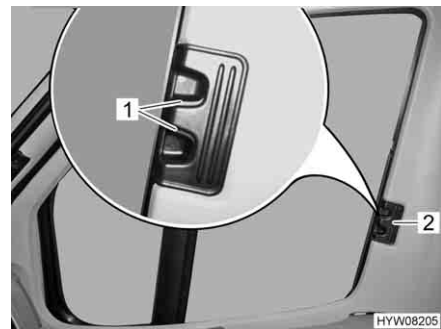

Fig. 35 Estore opaco plissado para as janelas do condutor/passageiro
- Empurre os estores opacos plissados da janela do condutor e da janela do passageiro pelo o manípulo (Fig. 35,2) até ao encosto.
- Faça encaixar os manípulos de desbloqueio (Fig. 35,1).